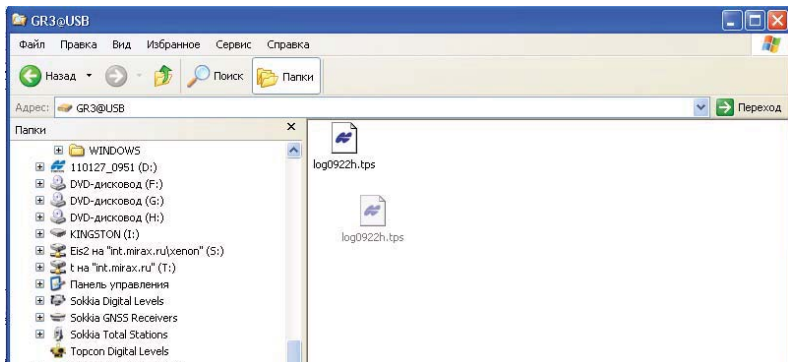

Рис. 5-3. Импорт файла из приемника Topcon
- Для отображения файла измерений левой кнопкой мыши дважды нажмите на значок приемника. Перенос файлов в файловую систему компьютера производится путем их перетаскивания в нужную папку (Рис. 5-3).